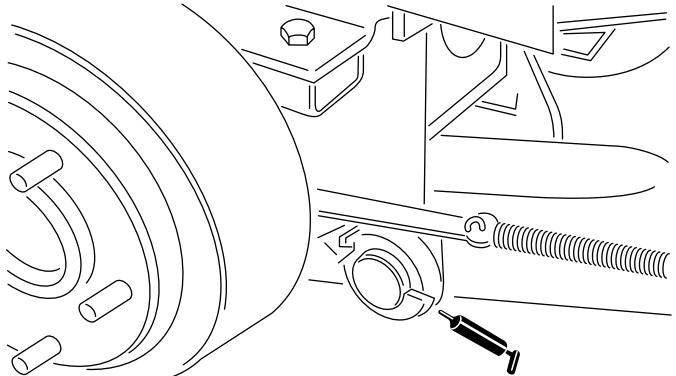

Figure 22
- Pivots de bras de relevage arrière (2) (Figure 22)